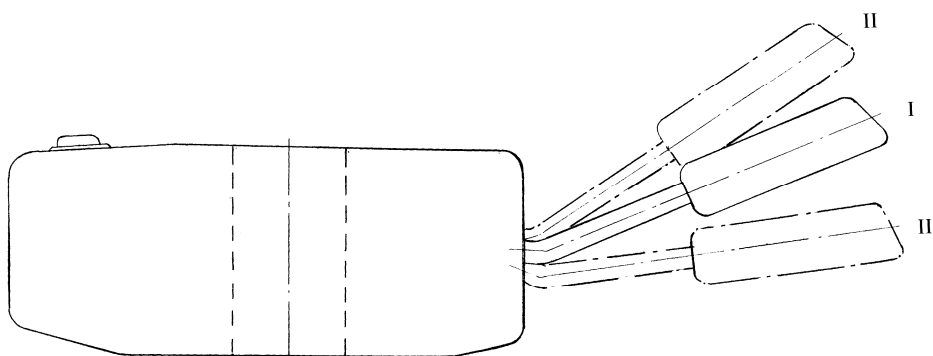

Рис. 23 Схема положений рукоятки комбинированного переключателя указателей поворота и света
- включение дальнего света производить рукояткой, повернув её в положение III (рис. 23).